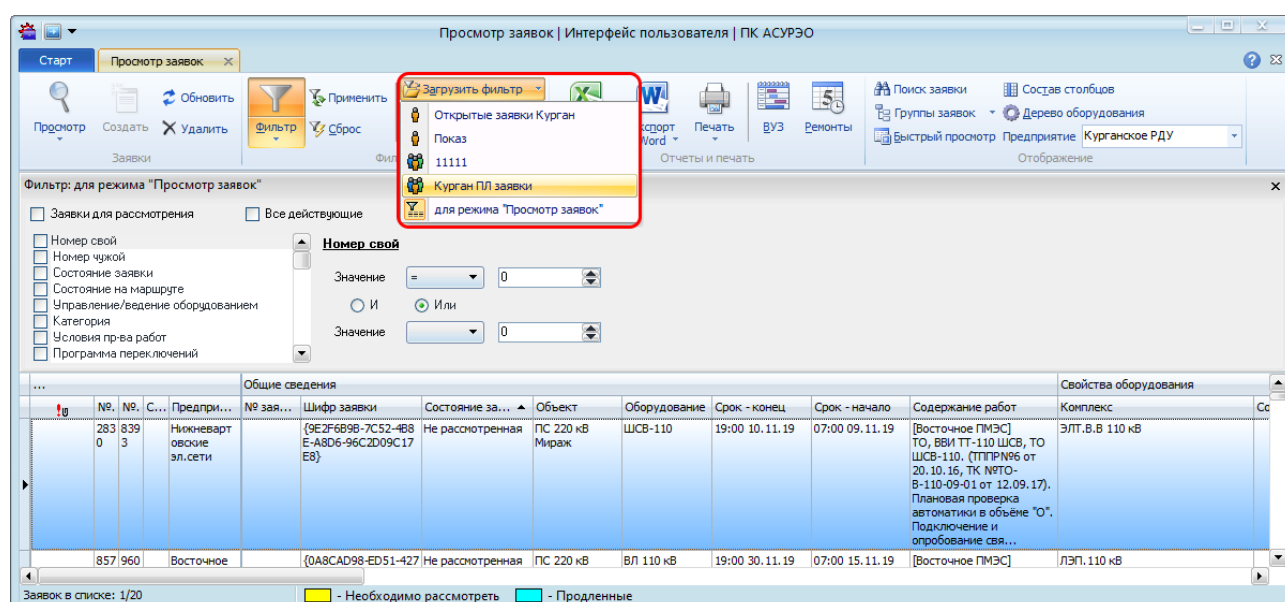

Рисунок 9.70 – Загрузка сохраненного фильтра
- 3) из контекстного меню для данного фильтра выбрать пункт « Загрузить фильтр» (Рисунок 9.70).
Также существует возможность удаления сохраненных фильтров. Для этого необходимо загрузить фильтр (Рисунок 9.70) и нажать на кнопку « Удалить фильтр» на панели инструментов.